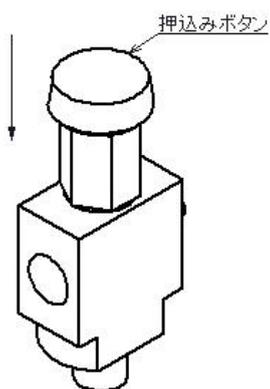

図 3
- ③ グリースチェッカー付属インジケータが作動後、設備点検時等に手動で押込みボタンを最後まで押込み、リセットします。（図 3）